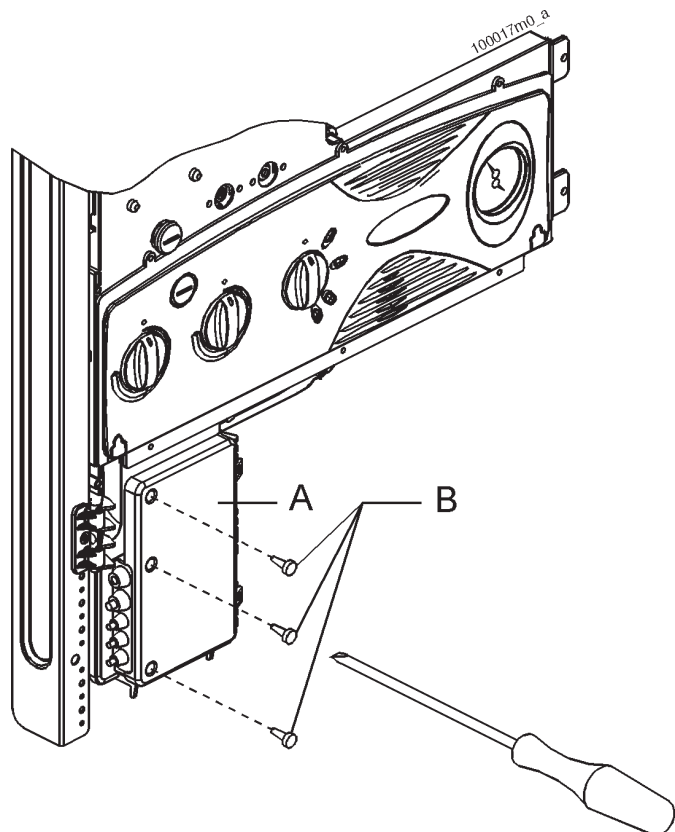

Figura 21 - Apertura box connessioni elettriche
- togliere il ponte elettrico presente fra i morsetti "13" e "14" della morsetteria di figura 21, 22 e 23;
- collegare i 2 capi del cavo precedentemente steso, ai morsetti "17" e "18" della morsetteria di figura 21, 22 e 23;